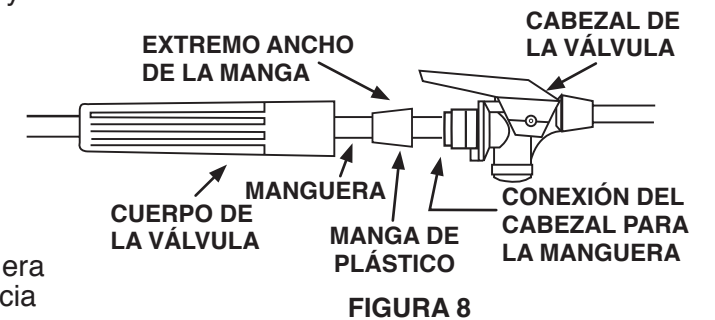

FIGURA 8
- Deslice el cuerpo de la válvula a lo largo de la manguera para dejar expuesta la conexión entre la manguera y el cabezal de la válvula. (Figura 8)
- (a) Deslice la manga de plástico sobre la manguera (oriente el extremo más ancho y ahusado hacia la manguera). (Figura 8)